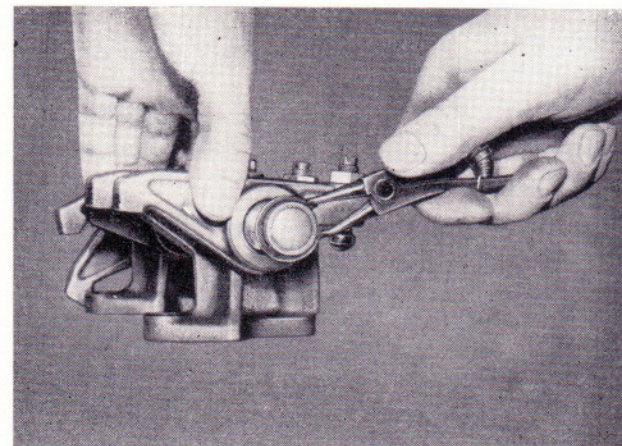

Bild 118
- Sicherungsring aufsetzen (Bild 118).